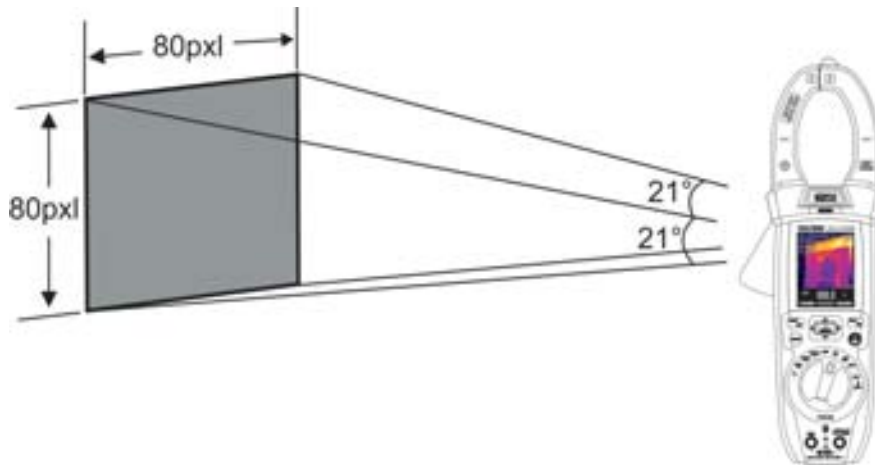

Fig. 43: Représentation du champ visuel (FOV) de l'instrument ECLIPSE
7. Pour des mesures précises de la température, s'assurer que la surface de l'objet testé soit toujours plus grande que la surface effectivement mesurable par l'instrument, exprimée par son champ visuel (FOV = Field Of View). L'instrument ECLIPSE a un champ visuel égal à  $21^\circ \times 21^\circ$  et un vecteur de mesure de  $80 \times 80$  (6400) pxl comme le montre la Fig. 43